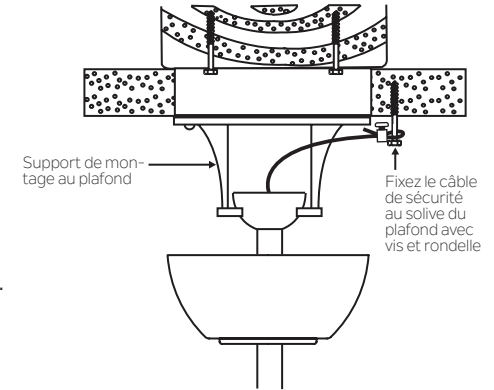

Fig. 11
Étape 1. Fixez la vis à bois et les rondelles fournies à la solive du plafond à côté du support de montage sans serrer. (Fig. 11)